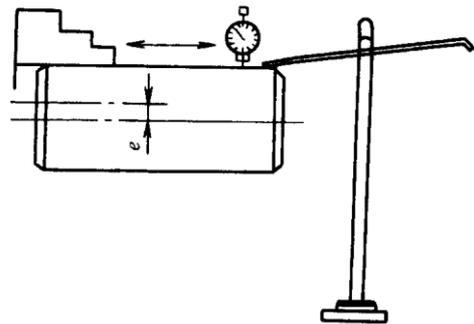

图 C-69 校正侧素线
(1) 把垫片垫在工件与三爪自定心卡盘任意一个三爪的接触面之间夹紧。
(2) 为了保证偏心轴两轴线的平行度, 装夹时应应用划线盘或百分表校正工件外圆侧素线是否水平, 若不水平可用铜棒调整, 再将工件转过 90° , 校正另一条侧素线, 如图 C-69 所示。
(3) 对精度要求较高的偏心工件, 必须按上述计算方法, 在首件加工时进行试车、检验。
(4) 检查后, 如偏差超出允差的范围, 应用公式计算出修正后的垫片厚度重新调整垫, 重新校正后才可正式车削。